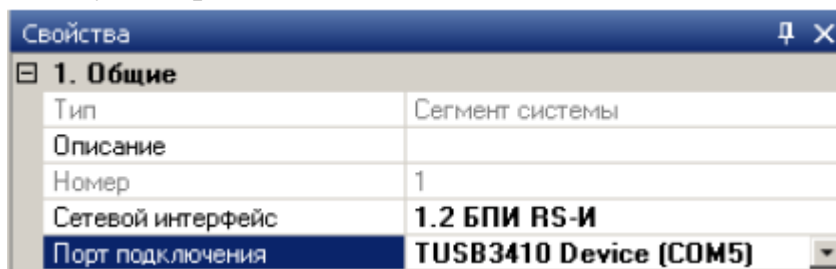

Рис. 5.9
3. После добавления сетевых интерфейсов в топологию сегмента необходимо выбрать в ПО сетевой интерфейс, через который будет произведено подключение данного ПК к сегменту (Рис. 5.9).